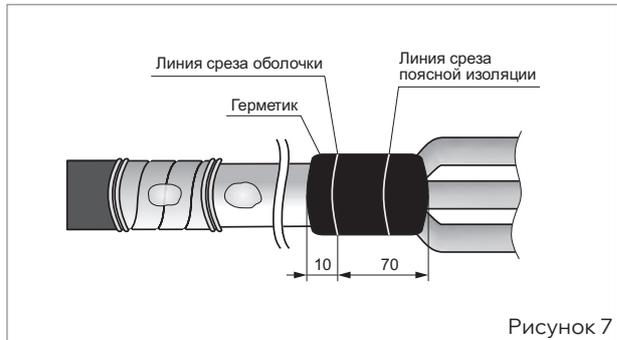

Рисунок 7
■ Обмотать длинную ленту герметика по краю металлической оболочки с заходом на 10 мм на оболочку и на 70 мм по жилам кабеля, удаляя разделительную бумагу (рис. 7).